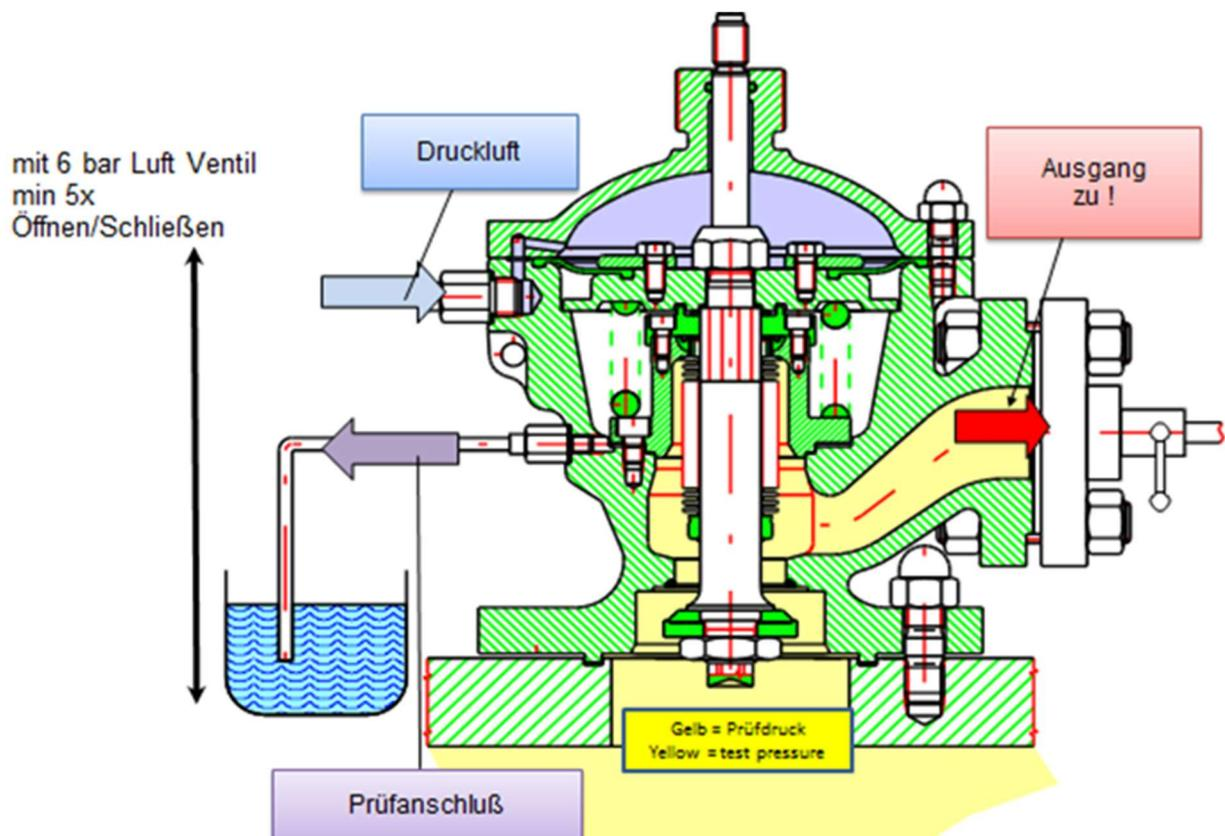

Bild 4: Prüfanordnung Dichtheitsprüfung des Gehäuses
2.4 Pneumatische Prüfung montierte Eckventile, Bild 4 - **FÜR NEUE UND INSTANDGESETZTE VENTILE**